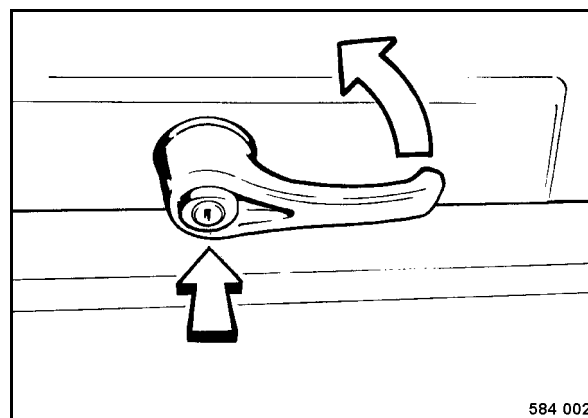

Fig. 59
- Abrir el mecanismo de enclavamiento (Fig. 59).